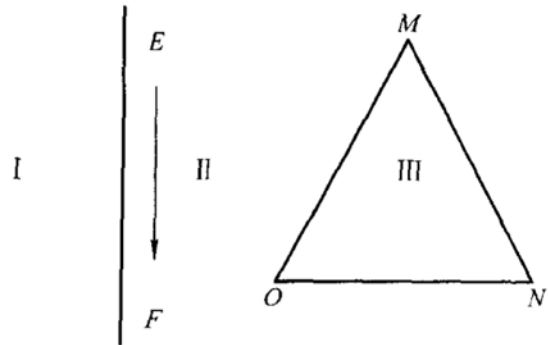

图 4-2 第六题图
六、(10分) 在 FCC 晶体的 (111) 面上有一自左向右扫过的 Shockley 分位错 \overline{EF} 和一正三角形空位片 MNO , 如图 4-2 所示, 已知 \overline{NO} 为 $[1\bar{1}0]$ 。